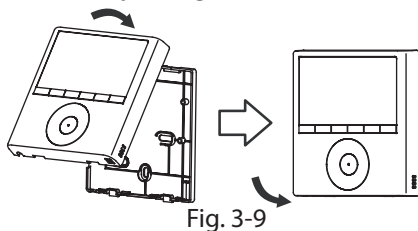

Fig. 3-9
- Ao ajustar e montar a caixa superior, evite apertar a cablagem durante a instalação. (Fig. 3-9)